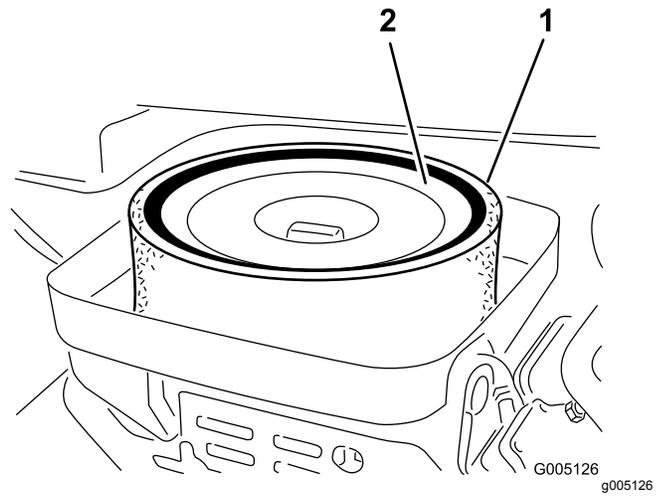

图29
3. 卸下将滤芯固定到空气滤清器壳体上的蝶形螺帽 图29。
4. 如果泡沫滤芯变脏请将其从纸质滤芯中取出 图29。按照以下方式彻底清洁滤芯